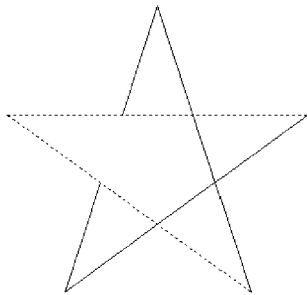
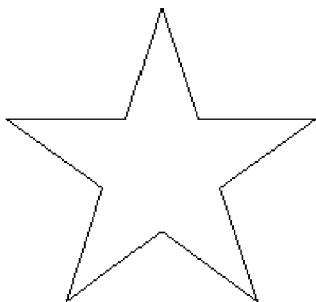

图 3-21 修剪多余线段
图 3-22 绘制的五角星
2) 选择五边形，将五边形删除。单击【修改】工具栏中的【修剪】按钮，选中五角星相邻的两条边，如图 3-21 所示，按回车键，再选择两条边中间的线段，按回车键，完成多余线段的修剪，同样方法修剪其余的线段，如图 3-22 所示。